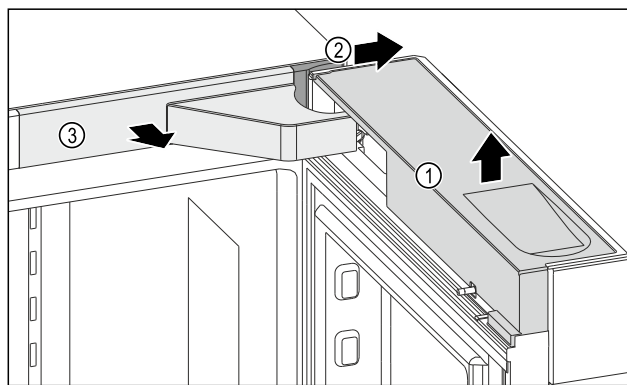

Fig. 7
- ▶ Skinite poklopac Fig. 7 (1).
- ▶ Skinite poklopac Fig. 7 (2).
- ▶ Skinite poklopac Fig. 7 (3).